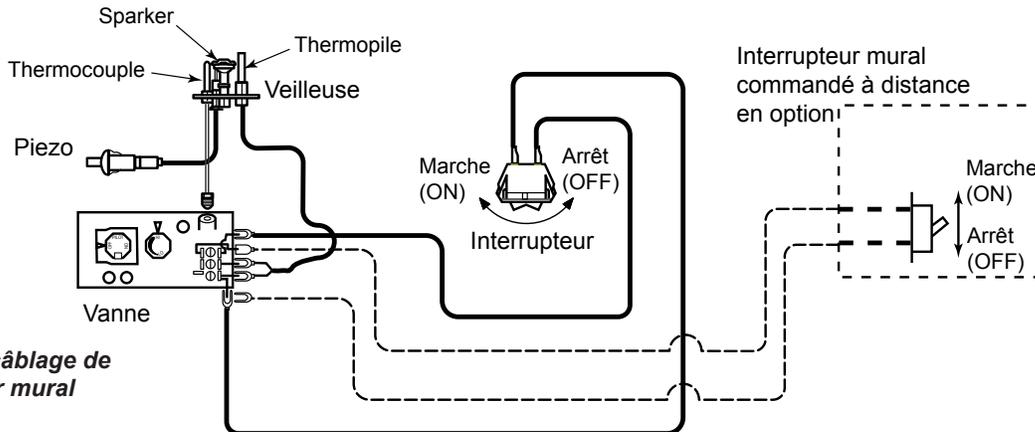

Figure 35 -
Un interrupteur mural commandé à distance et jusqu'à quinze (15) pieds de câblage de calibre 18 peuvent être utilisés avec cet appareil. Fixez l'interrupteur mural dans une boîte de jonction à l'emplacement désiré sur le mur. Figure 35. Ne pas placer au-delà de la longueur de câble fournie pour l'interrupteur mural.